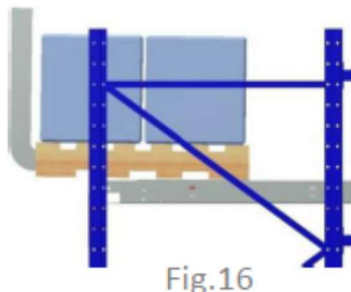

Fig.16
**Passaggio 3:** backup (prelievo) a velocità lenta e costante (Fig.16)